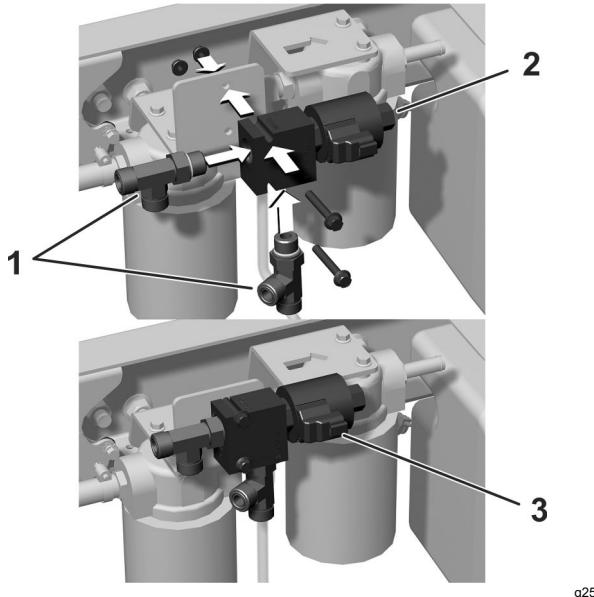

Рисунок 12
1. Заверните, не затягивая, два тройника в клапан (Рисунок 12).
2. Закрепите клапан на кронштейне рамы при помощи двух винтов с фланцевыми головками ($\frac{1}{4} \times 1\frac{1}{8}$ дюйма), как показано на Рисунок 12.
3. Подсоедините электрический разъем к соединителю на клапане (Рисунок 12).